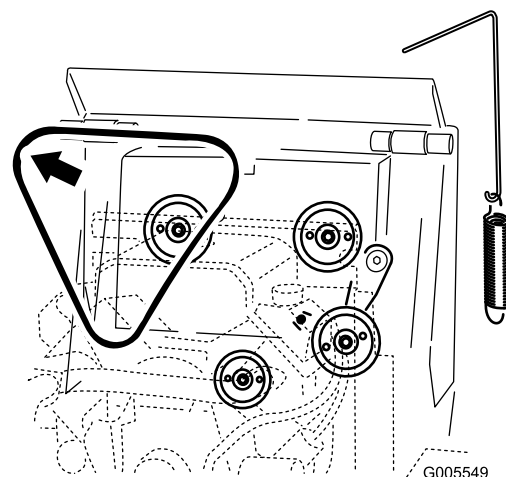

Figure 59
6. Déchaussez la courroie des 3 poulies (Figure 59).